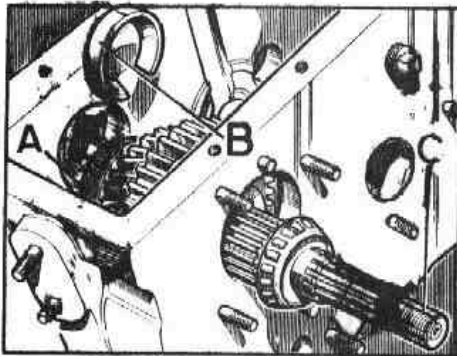

Fig. C-35 Anillo cortado para la pista exterior
- 1.4. Instalar el tapón protector (243241) sobre el extremo roscado del eje de salida y empujar éste hacia adelante todo lo que sea posible, deslizando luego hacia atrás y se introducirá un anillo cortado, B, (Fig. C-35), entre los rodillos del cojinete delantero, A, y la pista exterior.